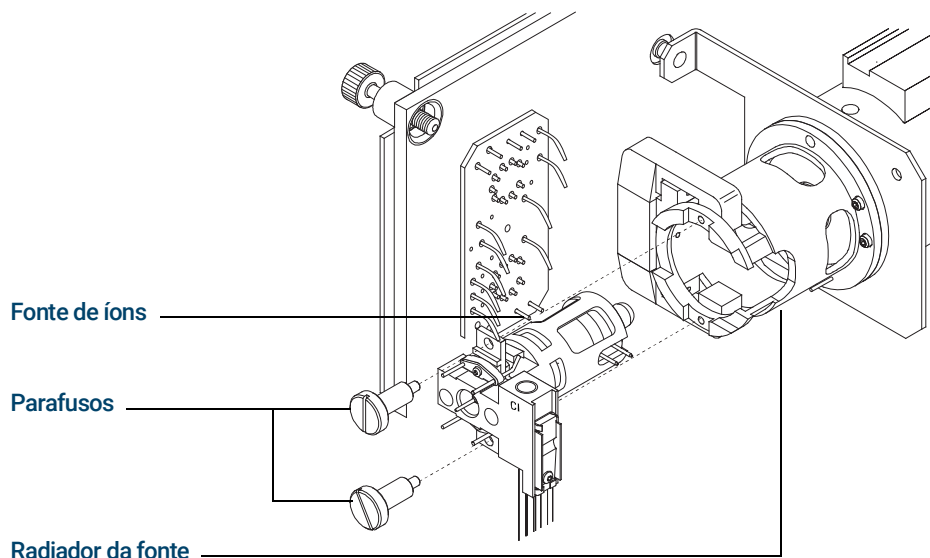

Figura 80. Instalando a fonte CI
- 3 Deslize a fonte CI para dentro do radiador. (Consulte **Figura 80**.)
- 4 Instale os parafusos de aperto manual. (Consulte **Figura 80**.)